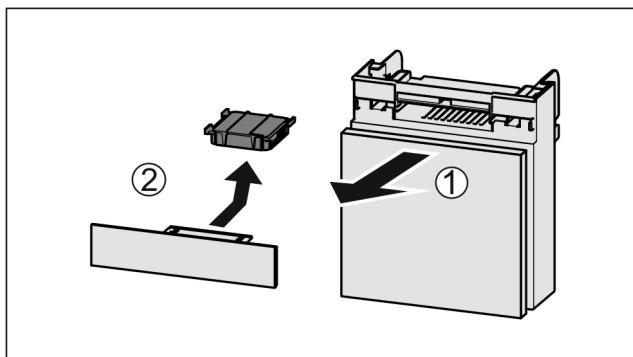

Fig. 99
- Издърпайте Fig. 99 (1) напред от отделението.
- Извадете Fig. 99 (2) филтъра с активен въглен.